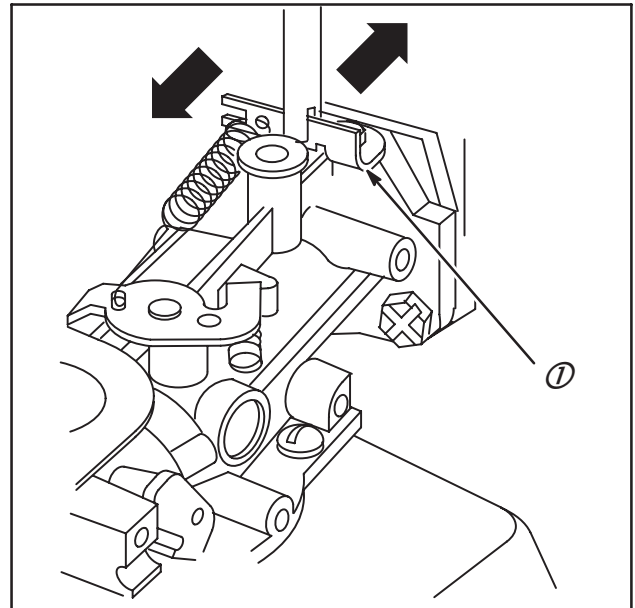

Fig. 94
4. Relâcher le papillon et plier la patte (1) du ralenti réglé pour obtenir 1750 Tr / mn, Fig. 94.